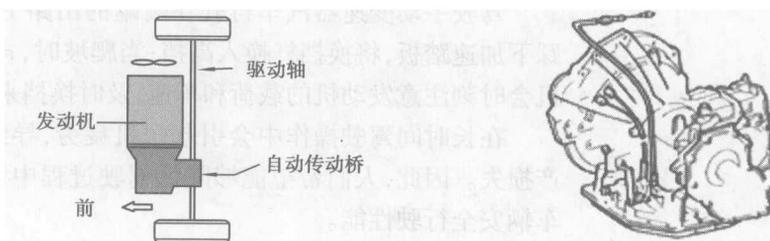

图 1.1 自动传动桥
①自动传动桥:FF车辆上的变速器安装在发动机室内,自动变速器与驱动桥合为一体,见图1.1。